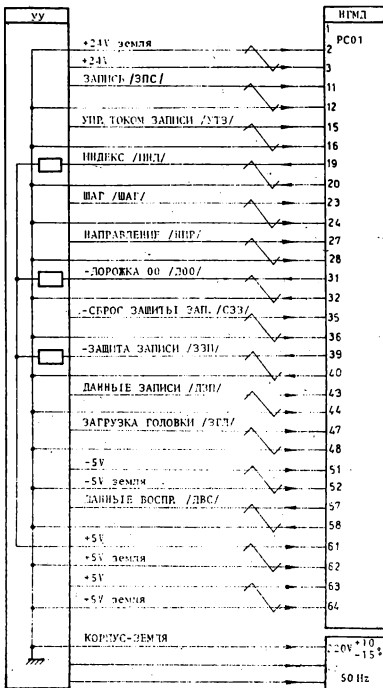

Рис. 7. Линии интерфейса УУ-НГМД
6.6.3. Интерфейсные сигналы НГМД EC 5074 /рис.7/;